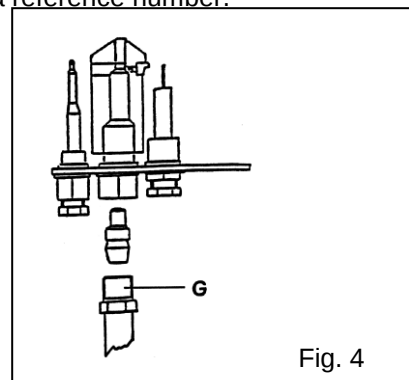

Fig. 4
5.1.1 Pilot flame (Fig. 4)
5.3.1 Pilot flame (Fig. 4)